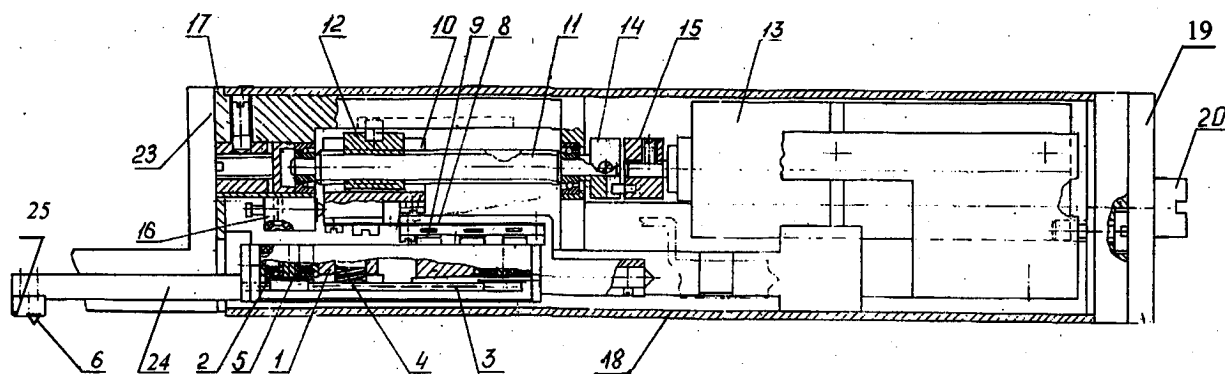

Рис.1.5 Прибор для измерений шероховатости поверхности
1.2.2.1 Датчик (рис.1.5) предназначен для перемещения с постоянной скоростью относительно контролируемой поверхности измерительного механизма щупа и преобразования линейных колебаний иглы, воспроизводящей неровности контролируемой поверхности, в электрический сигнал, изменяющийся пропорционально этим колебаниям.
Винт 20 (рис.1.5) служит для крепления дополнительных опоры П7 поз.3 (рис.1.1) при измерениях.
Во избежание нарушения заводской регулировки измерительного механизма щупа не допускается снятие опоры 25, иглы 6 и подгибка щупа 24 (рис.1.5) датчика.
1.2.3.1 При нажатии клавиши измерение «» на микропроцессорном блоке по команде микропроцессора электродвигатель 13 (рис.1.5) включается и начинает вращать ходовой винт 11, по которому перемещается ходовая гайка 12, жестко связанная с ползуном 10. Ползун движется с постоянной линейной скоростью 1 мм/с или 0,5 мм/с (в зависимости от типа эл. двигателя и редуктора) по направляющим в сторону
электродвигателя, совершая рабочий (прямой) ход и перемещая измерительный механизм щупа. Алмазная игла 6 (рис.1.5) измерительного механизма щупа при ошупывании неровностей контролируемой поверхности совершает колебательные движения относительно опоры 25, тем самым изменяя зазоры между катушками 2 и якорями 5. При изменении зазоров в индуктивном преобразователе изменяется протекающий через катушки 2 ток, причем эти изменения равны по величине для обеих катушек, но противоположны по фазе. Эти изменения тока затем преобразуются в колебания электрического напряжения, пропорциональные колебаниям ошупывающей иглы 6 и усиливаются усилителем. После завершения рабочего хода, величина которого задается с помощью клавиатуры микропроцессорного блока, меняется вращение электродвигателя 13 в обратную сторону, и измерительный механизм щупа возвращается в исходное положение до замыкания контактов конечного микропереключателя 16.